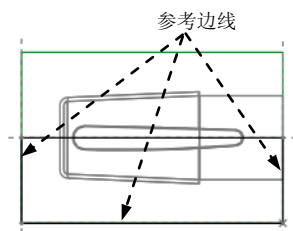

图 7.34 截面草图
(2) 绘制截面草图。进入草绘环境后,选取图 7.34 所示的坯料边线和 MAIN_PARTING_PLN 基准平面为参考;然后单击 **关闭(C)** 按钮,绘制图 7.34 所示的截面草图(为一矩形),完成截面的绘制后,单击“草绘”操控板中的“确定”按钮 。